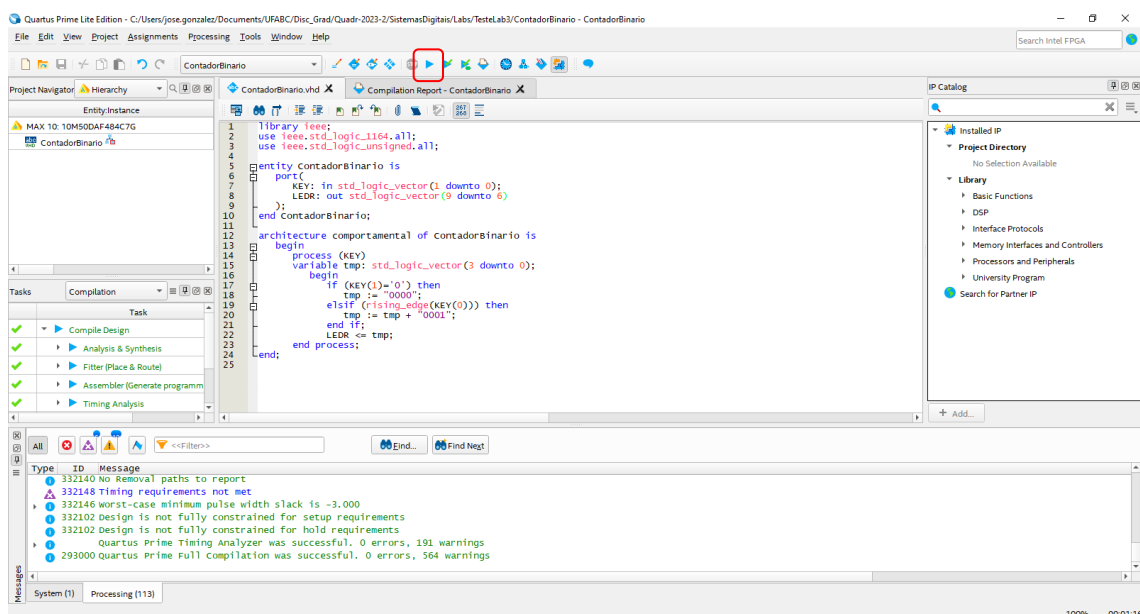

Fig. 4 – Para compilar o projeto, clicar no triângulo azul (“**Start Compilation**”).
7. Depois destas etapas, podemos fazer a compilação do projeto. Dê um clique no triângulo azul (“**Start Compilation**”) que aparece na parte superior do **Quartus Prime Lite** (veja Fig. 4).